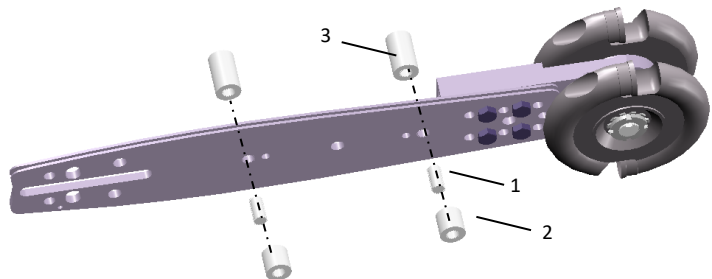

Bild 5: Montering skyddsplåt
- > Montera trågurgröpnigen med fyra sexkantsskruvar på svärdet. För montage skyddsplåten vrider ni först de båda gängstiften (1 - Bild 5) i svärdet, så att de sticker ut ca. 5 mm på båda sidorna. Sen skruvar
ni skyddsplåthylsorna kort (2 - Bild 5) och lång (3 - Bild 5) på gångstiften.